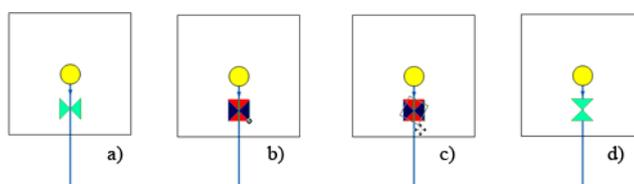

Рисунок 6.3. Поворот узлового объекта
2. Выделить определенный символический объект. Для этого нужно установить на него курсор и нажать левую клавишу мыши. Символ выделится прямоугольной областью с небольшим кружком в одном из ее углов. (смотрите Рисунок 6.3, «Поворот узлового объекта» b).
4. Перемещая мышью, поворачивайте символ до нужного угла. (смотрите Рисунок 6.3, «Поворот узлового объекта»с);
5. Отпустить левую клавишу мыши, для завершения поворота. (смотрите Рисунок 6.3, «Поворот узлового объекта»d).